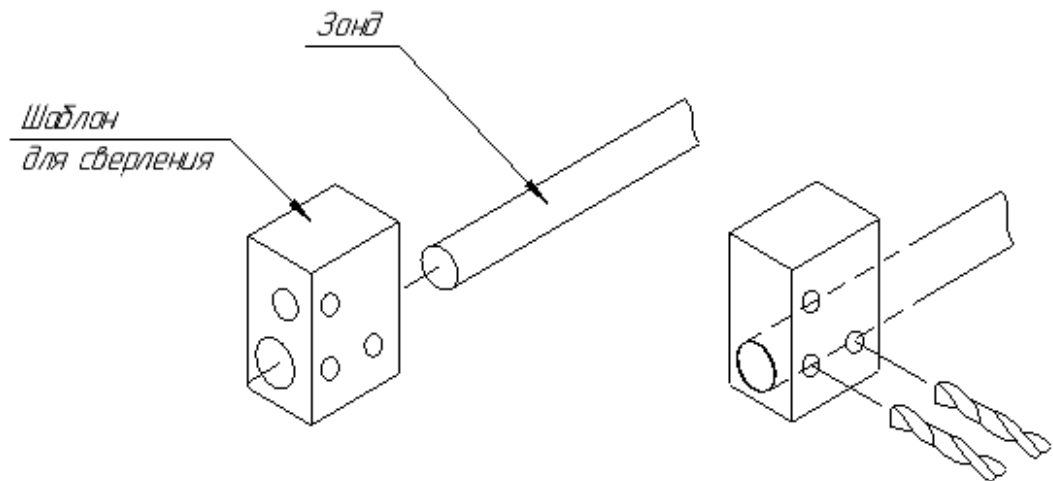

Рисунок 49 – Сверление отверстия с использованием шаблона
- 1 Просверлить два отверстия, используя шаблон для сверления (рисунок 49);